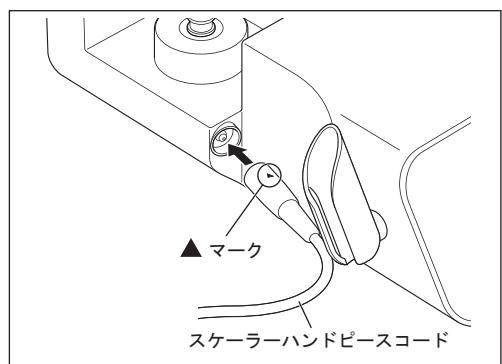

図6
- ▲マークを上にして、スケーラーハンドピースコードコネクタをスケーラーハンドピースコードソケットの奥まで挿し込みます（図6）。